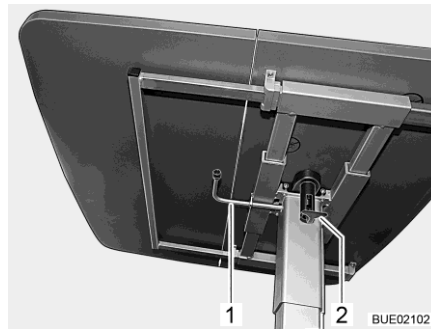

Fig. 133 Table à hauteur réglable
- Rabattre le levier de verrouillage (Fig. 133,2) vers le bas.
- Faire pivoter le levier (Fig. 133,1) sous le plateau de table à 180° dans le sens des aiguilles d'une montre. Le mécanisme de réglage de hauteur se trouvant dans le pied de table est déverrouillé.
- Faire pivoter le levier (Fig. 133,1) sous le plateau de table à 180° dans le sens des aiguilles d'une montre. Le plateau de table s'élève alors automatiquement jusqu'à la butée de fin de course.